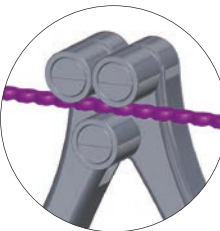

Abb. 5
- Plattenbiegezeuge mit Rollen (Abb. 5 und 6)